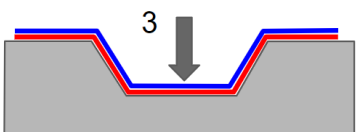

Fig.5
5) Una vez que el film entre en contacto con la superficie, presione con firmeza utilizando una espátula de plástico o el dedo, según proceda. Este punto es fundamental para eliminar el aire atrapado debajo del material. Si es necesario, pinche cualquier burbuja de aire que aparezca. *Fig.5*